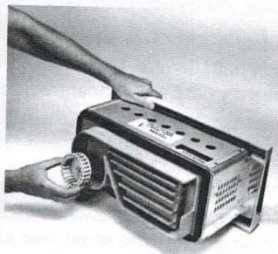

Figura 23: Desmontaje de la turbina
5. Retirar la turbina para lavar y desinfectar como indica la Figura 23: Desmontaje de la turbina